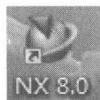
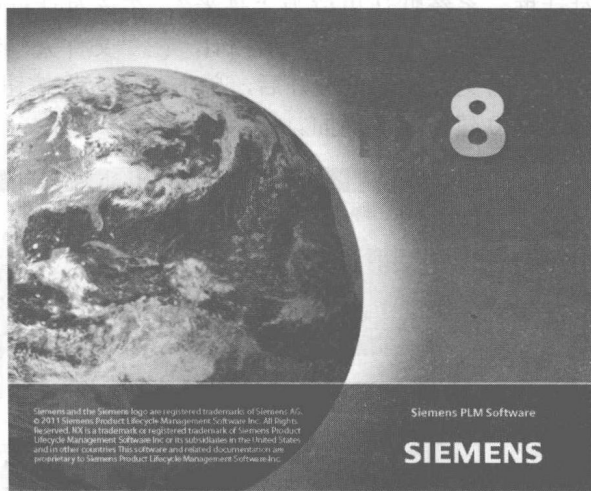
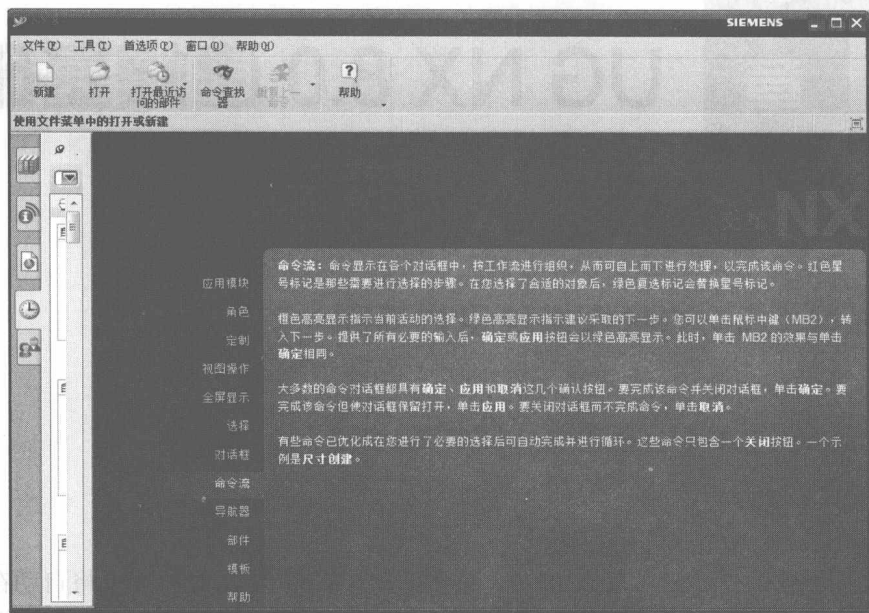

图 1-1 UG NX 8.0 的桌面快捷方式
图 1-2 UG NX 8.0 的启动界面
图 1-3 UG NX 8.0 的初始工作界面
① 从桌面快捷方式启动 UG NX 8.0。安装 UG NX 8.0 软件时，系统将自动在桌面上建立一个快捷方式，如图 1-1 所示。双击该桌面快捷方式，可以打开 UG NX 8.0。启动 UG NX 8.0 时，首先出现一个如图 1-2 所示的欢迎界面。系统完成加载程序后进入如图 1-3 所示的 UG NX 8.0 的初始工作界面。在这里，可以浏览 UG NX 8.0 的新增功能介绍，可以新建 UG NX 8.0 文件和打开已有的 UG NX 8.0 文件。
② 从开始菜单中启动 UG NX 8.0。用鼠标依次选择【开始】→【所有程序】→【Siemens NX 8.0】→【NX 8.0】命令，并单击鼠标左键，可以打开 UG NX 8.0。启动 UG NX 8.0 时，首先出现一个如图 1-2 所示的欢迎界面。系统完成加载程序后进入如图 1-3 所示的 UG NX 8.0 的初始工作界面。
③ 直接双击 UG Part File 文件打开 UG NX 8.0 文件。通过双击 UG Part File 的文件打开 UG NX 8.0 文件，显示一个如图 1-2 所示的欢迎界面，可以打开 UG NX 8.0，并且将直接打